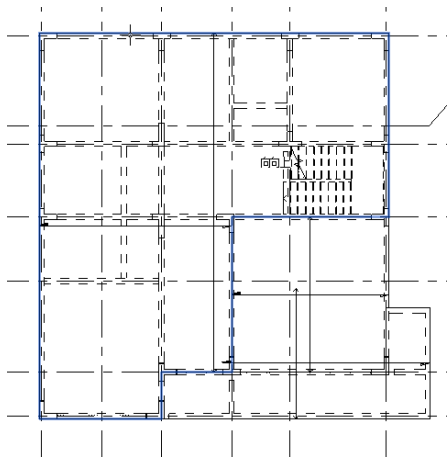

图 13-99 选择楼板
(1) 在“项目浏览器”中双击“结构平面”节点下的“2F”, 将视图切换到 2F 结构平面视图。
(2) 单击“结构”选项卡“钢筋”面板中的“面积”按钮 , 选择如图 13-99 所示的楼板放置钢筋网区域。